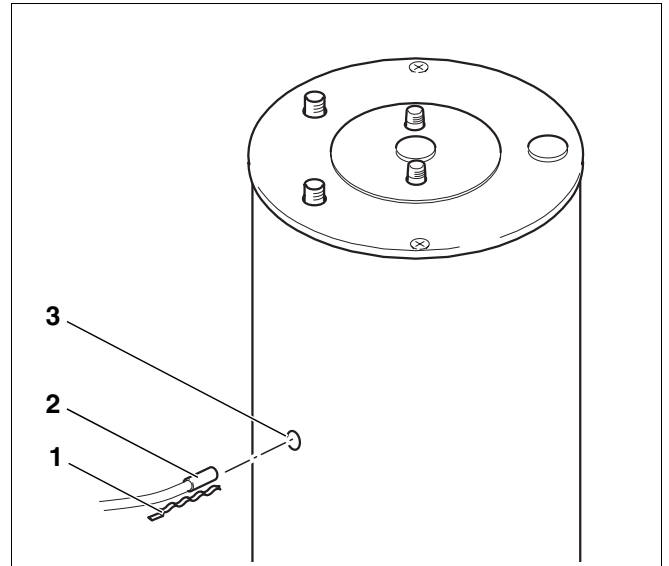

Abb. 7 Temperaturfühler montieren
- Temperaturfühler (Abb. 7, **Pos. 2**) mit Klemmfeder (Abb. 7, **Pos. 1**) in die Tauchhülse (Abb. 7, **Pos. 3**) einführen.